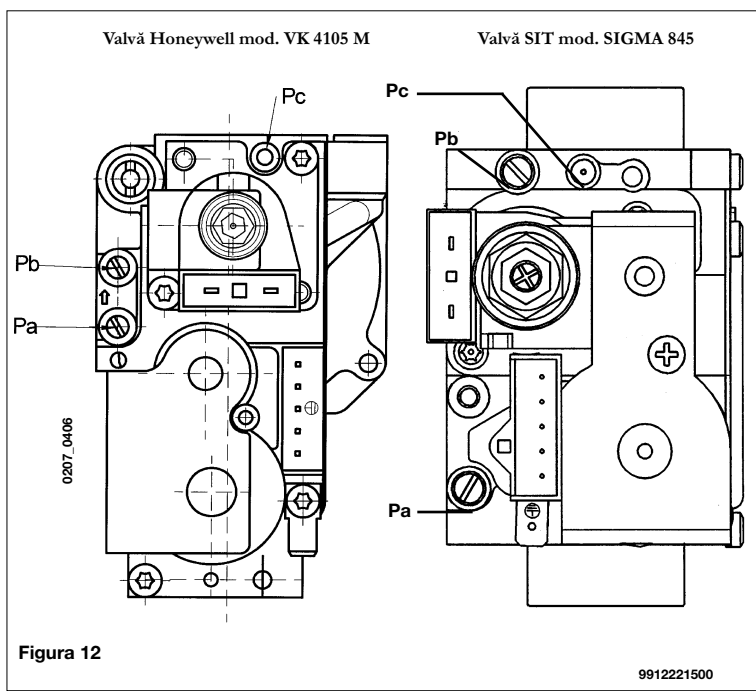

Figura 12
Modalitățile de calibrare a regulatorului de presiune sunt ușor diferite, în funcție de tipul de valvă de gaz utilizat (HONEYWELL sau SIT vezi figura 12).
- conectați priza de presiune pozitivă a unui manometru diferențial, dacă este posibil cu apă, la priza de presiune (Pb) a valvei de gaz (figura 12). Conectați, numai în cazul modelelor cu cameră etanșă, priza negativă a aceluiași manometru la un racord "T" adecvat care să permită conectarea împreună a prizei de compensație a centralei, prizei de compensație a valvei de gaz (Pc) și a manometrului.
- verificați ca presiunea dinamică de alimentare a centralei, măsurată la priza de presiune (Pa) a valvei de gaz (figura 12) să fie cea corectă (30 mbar pentru butan, 37 mbar pentru propan sau 20 mbar pentru gaz natural).